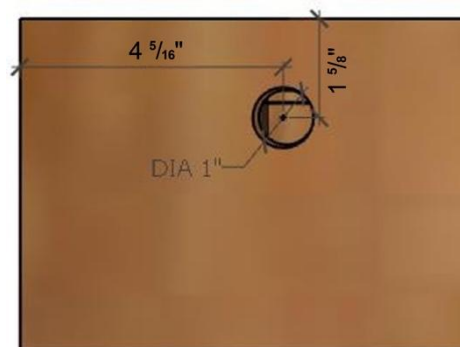

Figure 42 : Emplacement du trou percé dans le cadre du capteur solaire pour le tuyau de l'absorbeur
Faire une marque et percer un trou de 1 po (D) sur le morceau de bois à l'aide d'une scie-cloche. Le centre du trou se trouvera à environ $4 \frac{5}{16}$ po du côté et à $1 \frac{5}{8}$ po du haut du morceau de bois, comme illustré à la figure 42. S'assurer de percer le trou selon le même angle que celui du tuyau qui sortira de l'ensemble absorbeur.